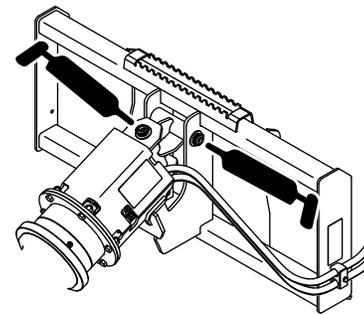

Figure 10
3. Nettoyez les graisseurs avec un chiffon (Figure 10).